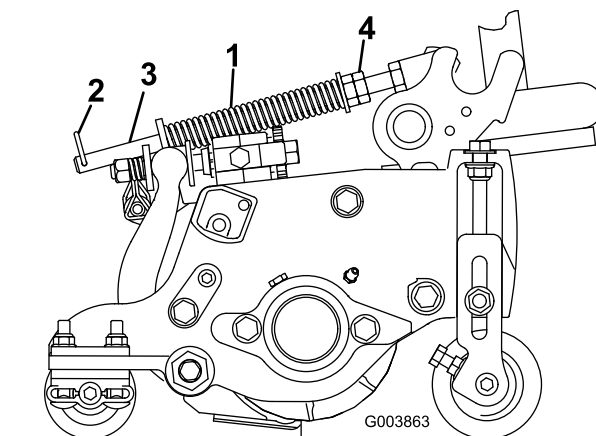

Рисунок 14
1. Убедитесь в том, что шплинт вставлен в заднее отверстие штока пружины (Рисунок 14).
2. Затяните шестигранные гайки на переднем конце штока пружины так, чтобы длина сжатой пружины была равна 12,7 см (Рисунок 14).